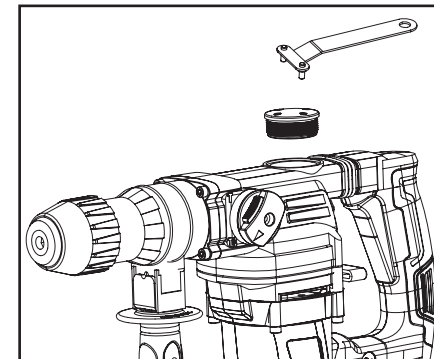

Abb. 9
- Schrauben Sie mit dem Zapfenschlüssel die Abdeckung ab, um das Fett in das Getriebe zu füllen (Abb. 9), und kontrollieren Sie die Fettmenge im Getriebe.